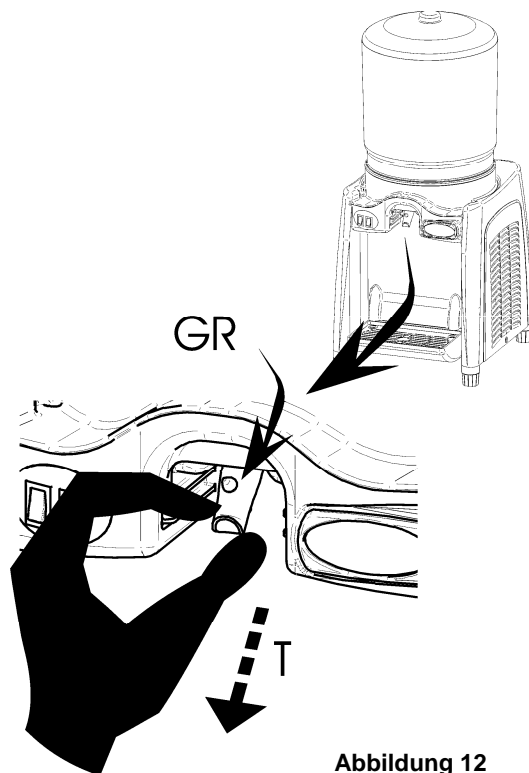

Abbildung 12
10.- Das Gummistück (**GR**) nach unten ziehen (**T**) und herausnehmen (**Abb. 12**).